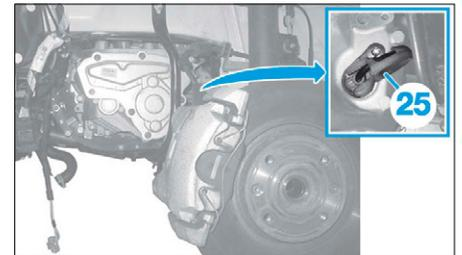

FIG. 106
- Déposer le contacteur de marche arrière (25) (Fig.106).